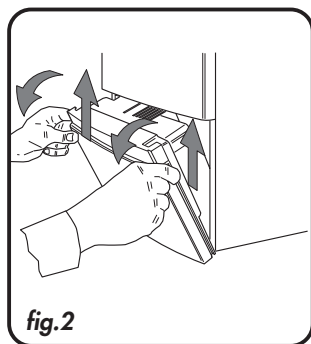

fig.2
- Inclinarse el tablero de mandos hasta llegar al primer tope de seguridad. Levantar para desbloquear e inclinar hasta que se abra totalmente (fig.2). **NOTA: NO FUERCEN NUNCA PARA EVITAR QUE SE ROMPA EL MECANISMO DE APERTURA.**